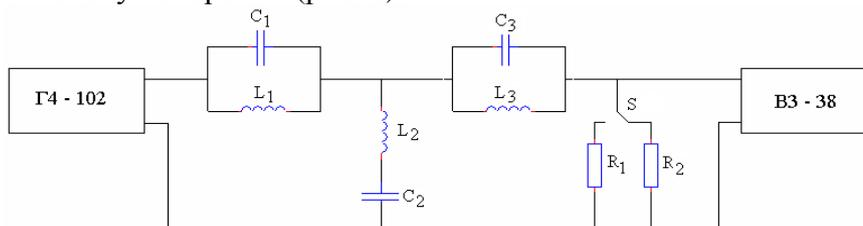

Рис. 8
5.3 Собрать схему измерений (рис. 8).